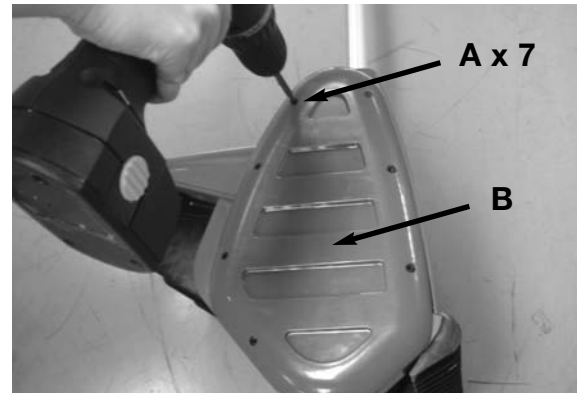

Fig. 7
1. Enlevez les 7 vis (A) du capot de la courroie (B) à l'aide d'un tournevis à bout en étoile #T20 ou à bout plat. (Fig. 7)